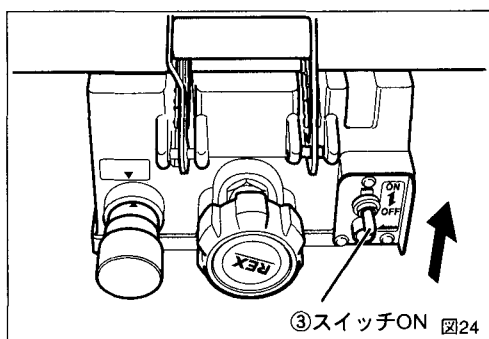

図24
③ベース前面右側にあるスイッチをONにし、ノコ刃を回転させます。(図24)